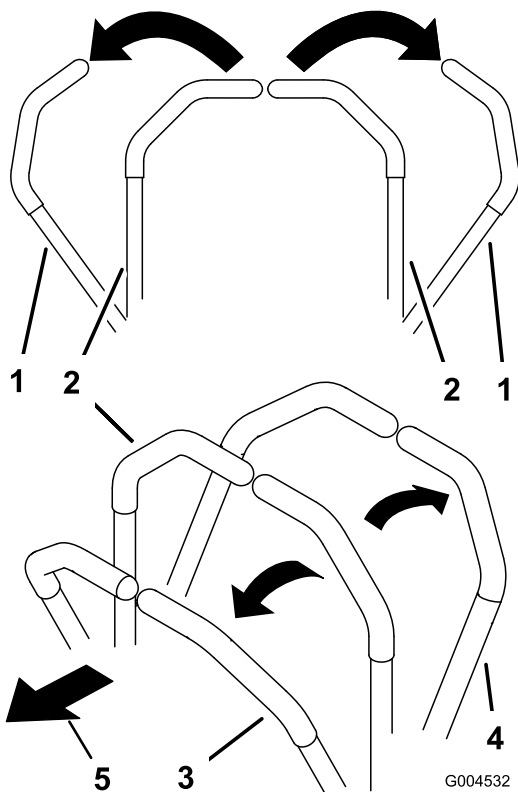

Bild 16
2. Schieben Sie für das Vorwärtsfahren die Fahrtriebshebel langsam vorwärts (Bild 16).
Wenden Sie zum Geradeausfahren auf beide Fahrtriebshimmel denselben Druck an (Bild 16).
Verringern Sie zum Wenden den Druck auf den Fahrtriebshimmel an der Seite, in deren Richtung Sie wenden möchten (Bild 16).